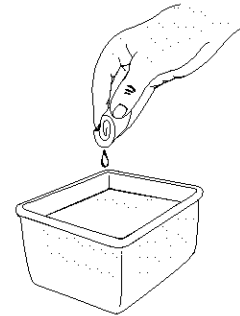

Fig. 15
3. Lave el filtro en agua y detergente (Fig. 15). Enjuague Z bien el filtro. Escorra el exceso de agua. Déjelo secar por completo.